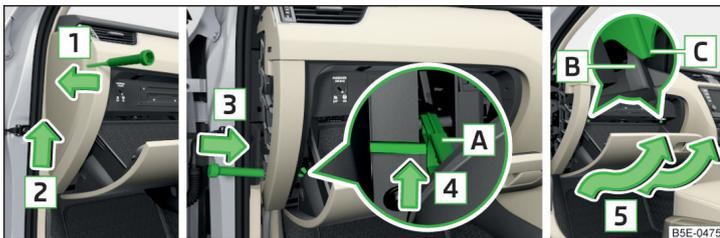

Abb. 344 Ablagefach auf der Beifahrerseite
- › Einen Schraubendreher unter die Seitenabdeckung einschieben » Abb. 344.
- › Die Anschlagpuffer **B** des Ablagefachs hinter die Halterungen **C** einziehen » Abb. 344.